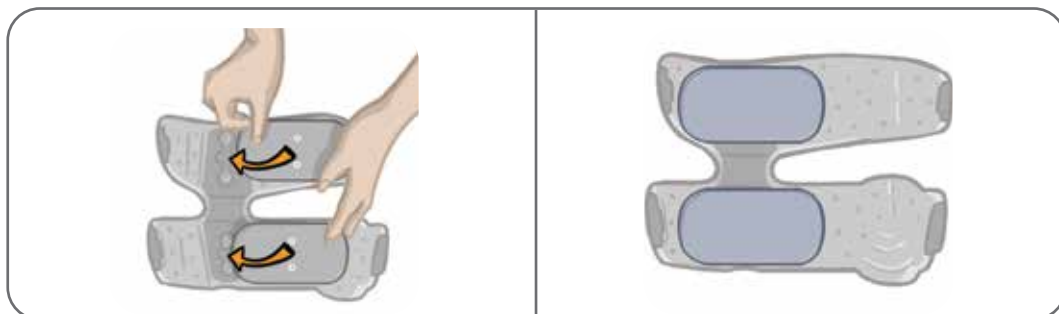

Figura 6-10: Allineamento e fissaggio degli elettrodi Cloth per coscia
5. Allineare gli agganci degli elettrodi Cloth per coscia con i fori di connessione sul cosciale per coscia (Figura 6-10).
6. Premere saldamente per fissare l'elettrodo Cloth per coscia piccolo al pannello inferiore del cosciale per coscia. Premere saldamente per fissare l'elettrodo Cloth per coscia grande al pannello superiore del cosciale per coscia (Figura 6-10).